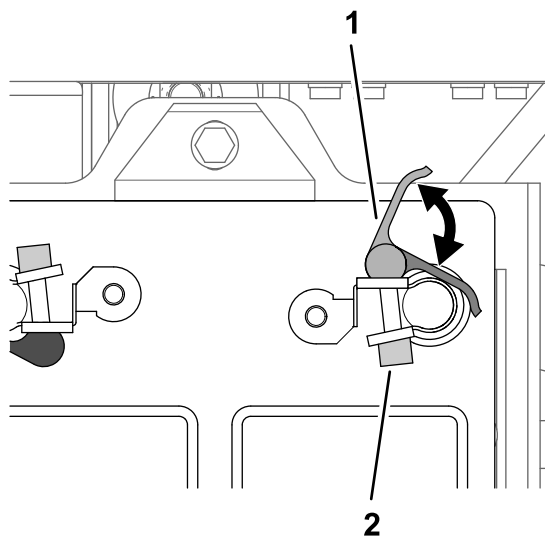

Figura 208
2. Abra la palanca de la abrazadera de desconexión rápida con palanca negra (Figura 208).
4. Cierre la palanca de la abrazadera de desconexión rápida (Figura 208).